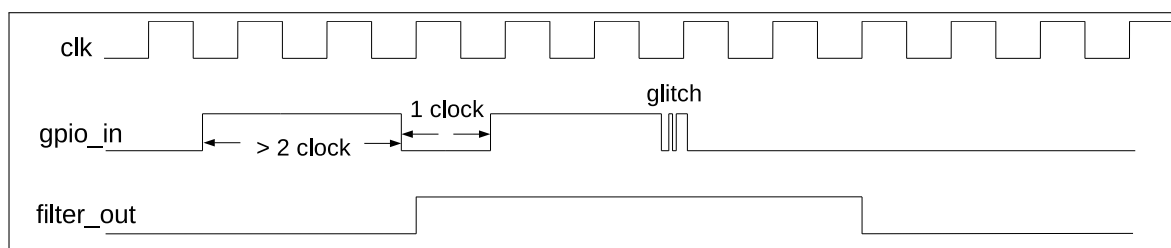

图 6-4. GPIO 输入信号滤波时序图
- 可选：置位 `IO_MUX_GPIOx_FILTER_EN` 使能 GPIO 管脚的输入信号滤波功能，如图 6-4 所示。只有当输入信号的有效宽度大于两个时钟周期时，输入信号才会被采样。否则，输入信号将会被滤掉。